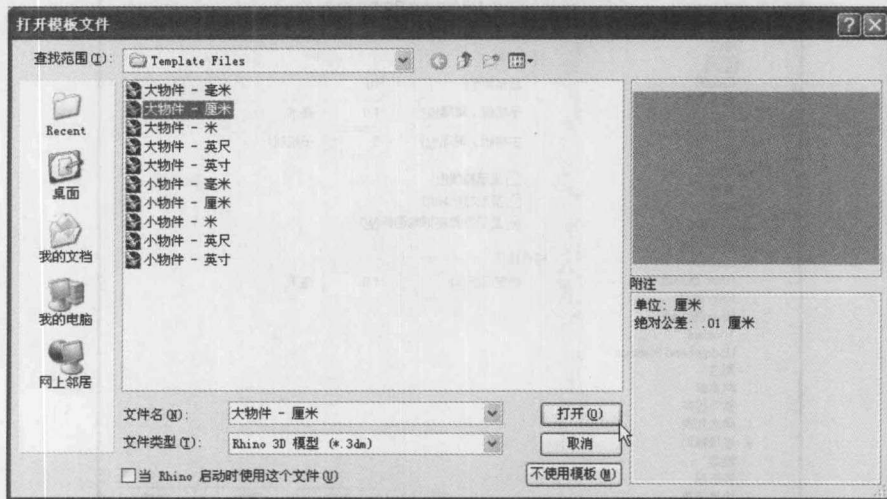

图 1-10 【打开模板文件】对话框
(1) 在菜单栏中选择【文件】|【新建】命令，弹出【打开模板文件】对话框，如图 1-10 所示，这里要选择一个模板文件作为新建文件的模板，确定文件中的单位、尺寸等。
(2) 选择其中的一个模板后，单击【打开】按钮，就新建了一个文件。